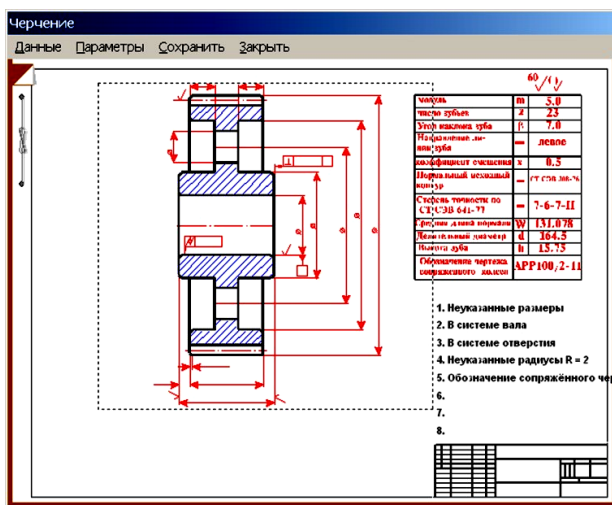

Рис. 3
8. Генерация чертежа спроектированной передачи. В диалоговом окне «Результаты» флажком отмечаем пункт «Чертеж...». После нажатия кнопки «Продолжить» выбираем, какой из элементов передачи (ведущий или ведомый) требуется начертить. В открывшемся при этом диалоговом окне «Черчение» (рис. 3) необходимо сделать некоторые настройки.
Задание параметров зацепления. Двойной щелчок левой кнопкой мыши в области таблицы параметров в диалоговом окне «Черчение» (см. рис. 3) или выбор в меню *Данные/Таблица зацепления* вызывает открытие диалогового окна «Таблица зацепления» (рис. 7). Пользователь может изменить значения параметров, записанные в полях с белым фоном. Нажатием кнопки «Контр. параметр» можно добавить в таблицу соответствующие контрольные параметры колеса.